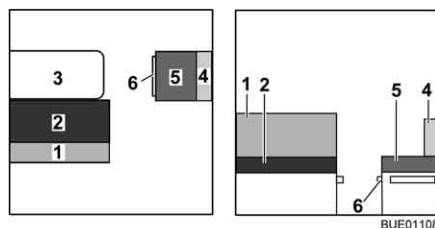
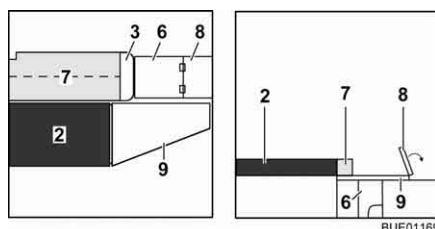

Fig. 130 Avant la transformation
Fig. 131 Pendant la transformation
- Convertir la table (Fig. 130,3) en sommier de lit (voir paragraphe 6.10).
- Enlever le coussin de dossier (Fig. 130,1) et le placer de côté.
- ▷ Suivant le modèle, il est possible d'utiliser le coussin de dossier (Fig. 130,1) à la place du coussin supplémentaire (Fig. 131,7).
- Enlever et mettre de côté le coussin de dossier (Fig. 130,4) et le coussin d'assise (Fig. 130,5).
- Faire ressortir la rallonge du coffre de banquette (Fig. 131,6).
- Rabattre vers l'extérieur la rallonge du plateau d'assise (Fig. 131,8).
- Relever le coussin supplémentaire (Fig. 131,7) et le placer sur la table.
- Accrocher la rallonge latérale de lit (Fig. 131,9) dans les supports sur les banquettes.